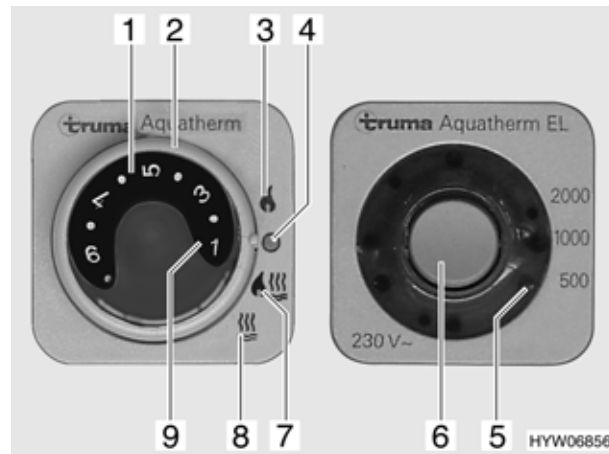

Fig. 78 Centralina di controllo Truma Aquatherm
- Funzionamento a gas (Fig. 78,3)
- Funzionamento elettrico da 230 V (Fig. 78,8)
- Funzionamento a gas e elettrico a 230 V (Fig. 78,7)
- Posizionare l'interruttore girevole (Fig. 78,2) su funzionamento a gas (Fig. 78,3). La luce spia verde sulla manopola della temperatura (Fig. 78,1) si accende.
- Impostare la manopola della temperatura (Fig. 78,1) sulla temperatura ambiente desiderata.
In caso di guasto si accende la luce spia rossa (Fig. 78,9). Attenersi alle avvertenze contenute nel capitolo 14.
- Posizionare l'interruttore girevole (Fig. 78,2) su "Spento" (Fig. 78,4).
- Posizionare l'interruttore a bilico (Fig. 78,6) sulla potenza desiderata.
- Posizionare l'interruttore girevole (Fig. 78,2) su funzionamento elettrico (Fig. 78,8). Ad inserimento avvenuto, si accende la spia di controllo (Fig. 78,5) di colore verde.
- Posizionare l'interruttore girevole (Fig. 78,2) su funzionamento a gas e funzionamento elettrico a 230 V (Fig. 78,7). Le luci spie verdi (Fig. 78,1 e Fig. 78,5) si accendono.